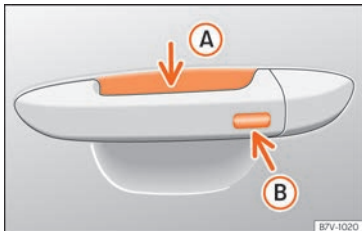

Abb. 51 Türgriff: Sensorflächen.
»» (Abb. 51)
- Berühren Sie die auf der Außenseite des Türgriffs befindliche Sensorfläche »» (Abb. 51) **B**. Alle Blinker leuchten einmal.
- Berühren Sie innerhalb von 5 Sekunden einmal die auf der Außenseite des Türgriffs befindliche Sensorfläche »» (Abb. 51) **B**. Ergreifen Sie dabei nicht den Türgriff. Das System Keyless Access ist jetzt vorübergehend deaktiviert.
Um mit der **Komfortfunktion** alle elektrischen Seitenfenster und das Glasdach zu schließen, lassen Sie einen Finger einige Sekunden auf der Sensorfläche für Verriegelung »» (Abb. 51) **B** am Türgriff, bis die Seitenfenster und das Dach geschlossen sind.